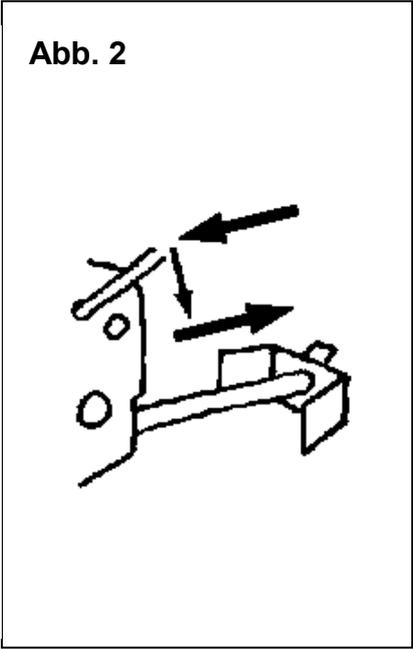

Abb. 2
- Drücken Sie den Klammerschieber vorwärts (Abb.2) und nach unten, um ihn aus der Halterung zu lösen. Ziehen Sie ihn dann heraus.